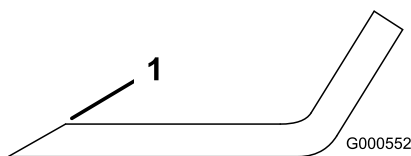

Figura 62
1. Folosii o pilă pentru a ascui marginea de tăiere la ambele capete ale lamei (Figura 62).
**Notă:** Dacă lama nu este echilibrată, pilii numai din capătul suprafeei velice (Figura 62).